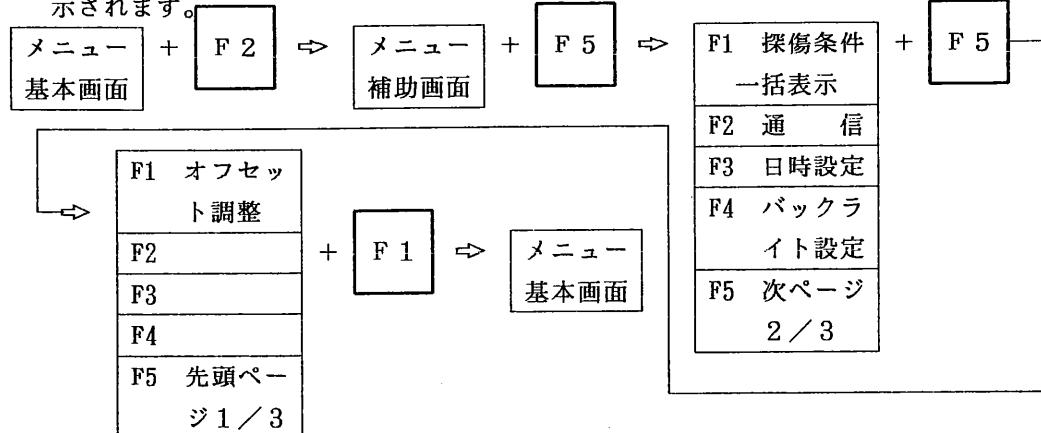

図 6.2.15 オフセット調整方法
③ 選択キー [F 5] を1回押すとメニューエリアに図 6.2.15 に示す選択メニューが表示されます。
- ④ 選択キー [F 1] を1回押すとオフセット調整を行います。図6.2.15に示したように、メニューエリアはメニュー基本画面に戻ります。
6. 2. 2. (10) 時間軸目盛の選択